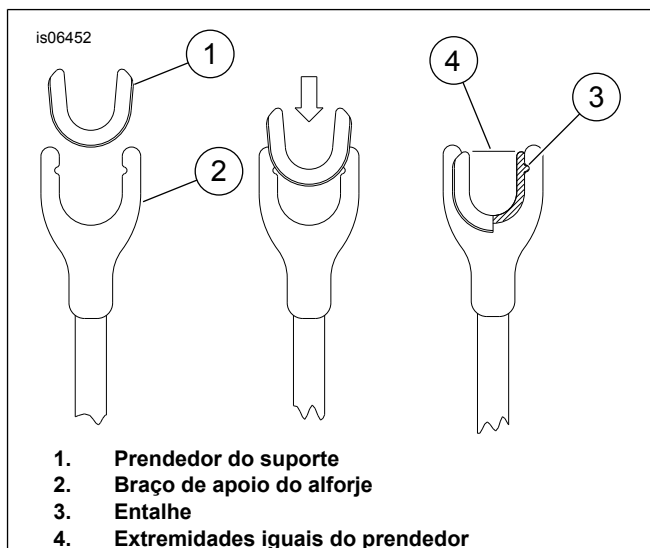

Figura 2. Instalação dos prendedores do suporte
2. Veja Figura 2. Instale os prendedores do suporte em “U” (1) na extremidade da fenda dos braços de apoio do alforje (2). Os prendedores devem ficar inseridos completamente na fenda do braço de apoio para que se encaixem na forquilha de suporte.
3. Certifique-se de que as projeções dos prendedores do suporte assentem completamente no entalhe (3) do braço de apoio e que ambas as extremidades dos prendedores do suporte estejam aproximadamente iguais nos dedos do braço de apoio (4). Para tanto, poderá ser necessária mais de uma tentativa. **SE** o prendedor estiver perto, mas não totalmente assentado, use um alicate, protegendo as superfícies do prendedor e do suporte, para forçar o encaixe dos entalhes.